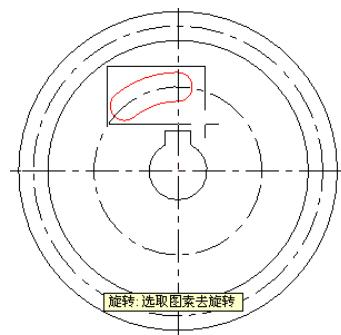

图 4-65 选取旋转图素
- ⑤ 根据系统提示，在绘图区内框选择如图 4-65 所示的图素作为旋转图素，并按回车键。